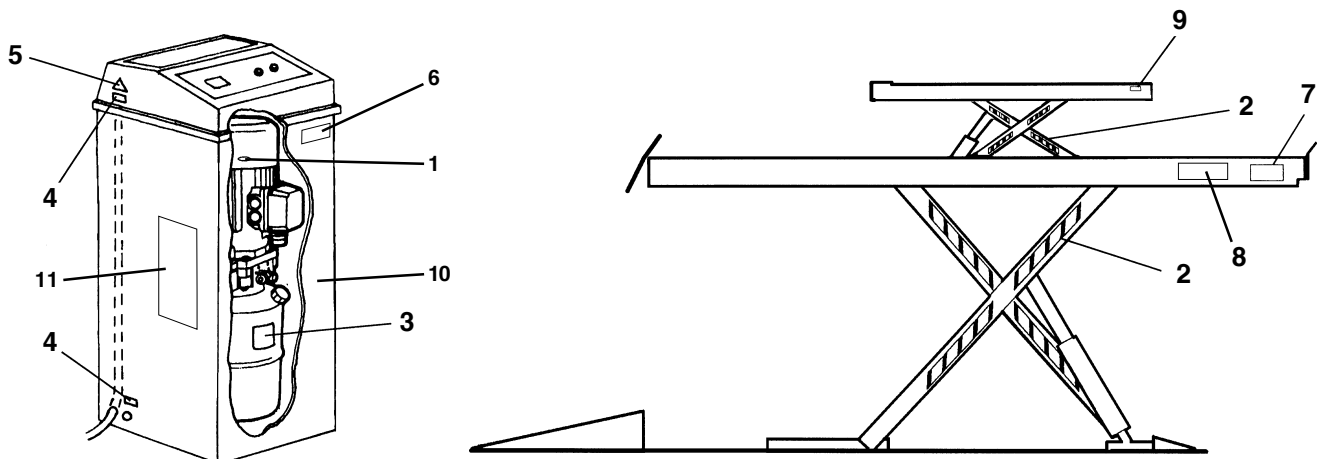

Fig.1
**Eventuali rischi residui sono evidenziati nel presente manuale e sulla macchina mediante pittogrammi adesivi (Fig.1).**
**The lift has been manufactured in compliance with applicable standards in order to fulfil the requirements of the relevant directives. A risk analysis has been performed so as to rule out potential dangers as far as possible. Possible residual risks are discussed in this manual and highlighted by warning labels bearing suitable pictograms affixed to machine (Fig.1).**
**Die Hebebühne wurde unter Anwendung der Normen realisiert, die in Übereinstimmung mit den Anforderungen der entsprechenden Richtlinien stehen. Es wurde eine Gefahrenanalyse gestellt und die Gefahren wurden, so weit wie möglich, beseitigt. Eventuelle Restgefahren werden in dieser Betriebsanleitung angegeben und es wird auf der Einrichtung mit Gefahrenzeichen (Abb. 1) auf sie hingewiesen. Für eine korrekte Verhaltensweise bei den Restgefahren zeigen Klebe-Gefahrenzeichen auf der Ausrüstung an, welche Zonen während des Betriebs Gefahrenquellen darstellen könnten. Diese Hinweise finden Sie auf Klebeetiketten, die über eine eigene Kenncode verfügen.**
**Les risques résiduels éventuels ont été signalés dans la présente notice et sur la machine par le biais de pictogrammes autocollants (Fig. 1).**
**Eventuales riesgos residuales han sido evidenciados en el presente manual y, directamente en la máquina, por medio de pictogramas adhesivos (Fig.1).**